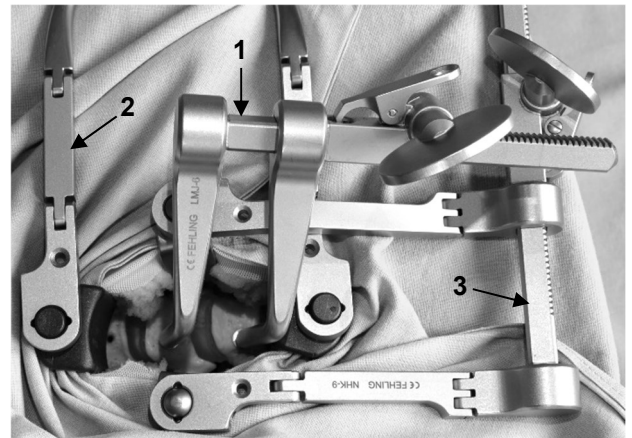

Fig. 2 : Exemple de configuration du distracteur CASPAR
La Figure 2 présente un exemple de configuration du distracteur CASPAR (1) avec un écarteur cervical ATLAS dans le sens longitudinal (2) et un dans le sens transversal (3). Le tableau 1 énumère les composants correspondants.